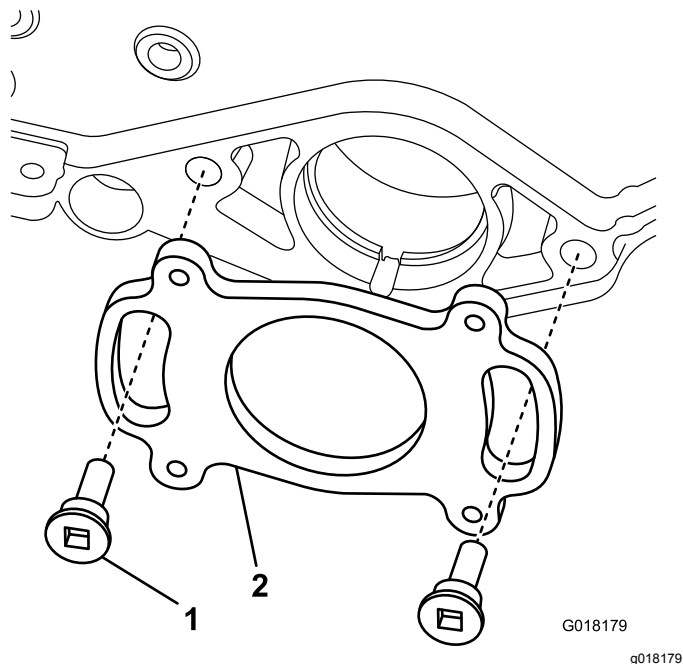

Figura 8
1. Sujete la chapa de montaje trasera usando 2 pernos de cuello largo, según se muestra en Figura 8.